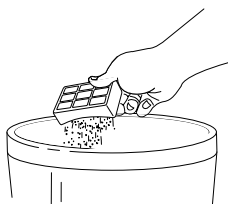

Fig. 23
- 2 Retirez les deux filtres situés sur le bloc-moteur. (Fig. 23)
- 3 Retournez le filtre afin que le côté sale soit orienté vers le bas, puis tapez-le vigoureusement au-dessus de la poubelle pour déloger toute la poussière. **(Fig. 23)**